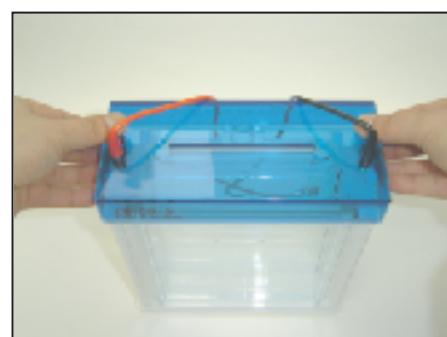

図 9
- 泳動終了後、接続した電源装置より電源ケーブルを外しセルカバーを外します。セルカバーを外す時は、図9のように両リムーブガイドを押さえながらセルカバーを引き上げます。